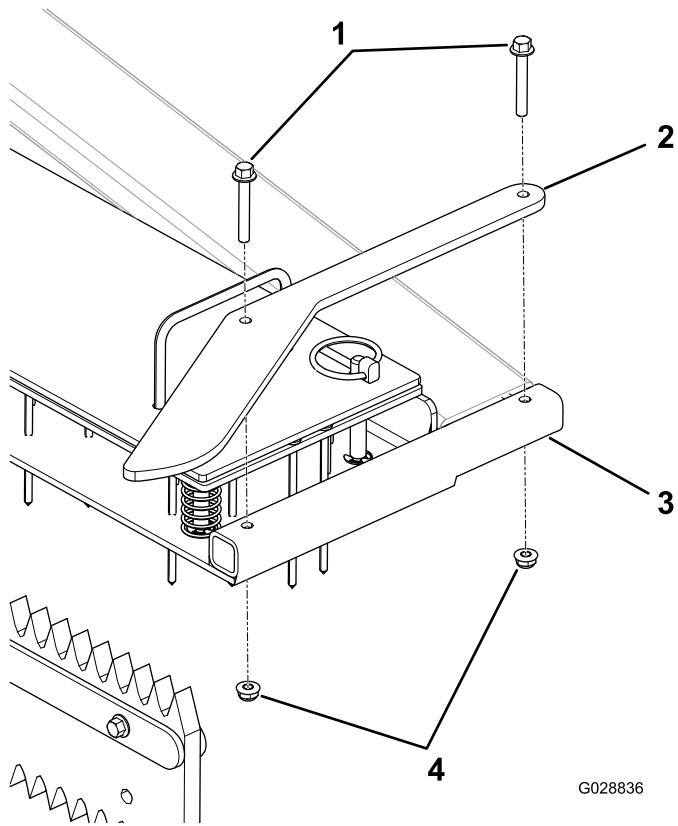

図 10
1. 図10に示すように、ネイル・ドラッグのフレームの側面にある穴に、サイドガードの穴を合わせる。
2. ねじ2本とロックナット2個でサイドガードを固定する図10。